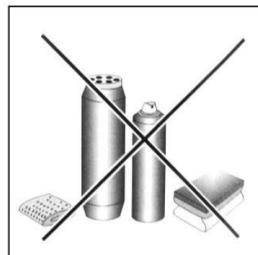

Fig.2
- Pour la surface du verre trempé, utilisez de l'eau chaude et du savon ou un produit anti-graisse. Vous pouvez également utiliser les produits spécifiques pour le nettoyage des plaques vitrocéramiques. Ne pas utiliser de tampons à récurer pouvant rayer la surface, ni utiliser de produits abrasifs tels que les détachants en aérosol pour les fours (Fig. 2).